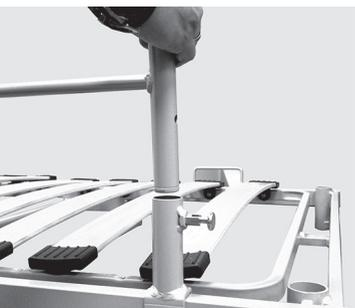

Abb. 3
3. Das Seitengitter wird am Kopf- und Fußende in die vorher montierten Aufnahmerohre eingeschoben. Den Sicherungsclip am Aufnahmerohr herausziehen, das Seitengitter komplett einschieben und den Sicherungsclip einrasten lassen (Abb. 3).